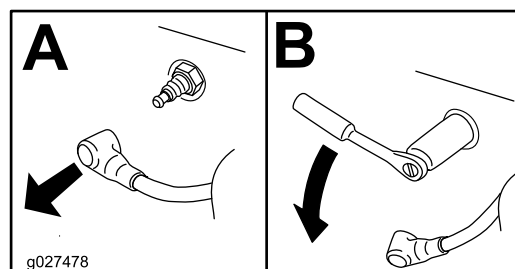

Figure 53
4. Enlevez la bougie (Figure 53).